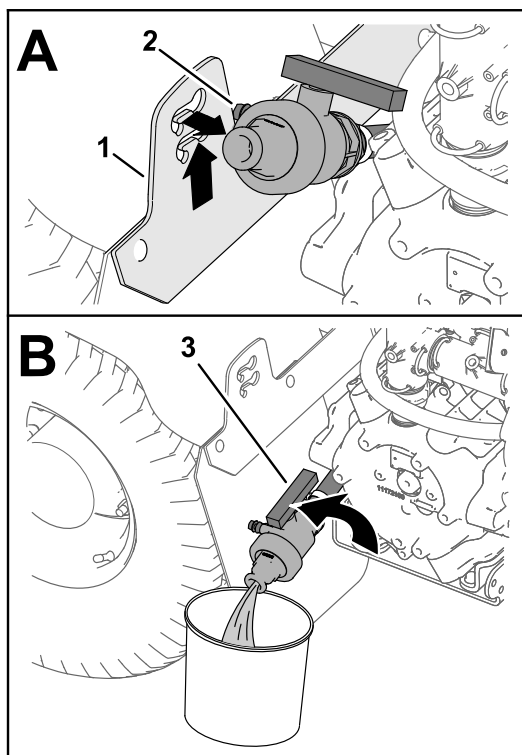

Рисунок 49
3. Поднимите клапан, чтобы его монтажные штыри вышли из пазов кронштейна сливного клапана, и переместите клапан назад (Рисунок 49А).
- Направьте конец клапана в сливную емкость и поверните ручку клапана в открытое положение (Рисунок 49В).
- Когда бак будет полностью опорожнен, поверните ручку сливного клапана в закрытое положение и установите клапан на кронштейн сливного клапана (Рисунок 49В и Рисунок 49А).